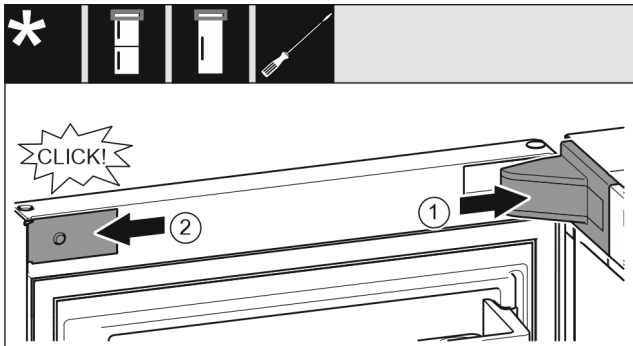

Fig. 20
- ▶ Anbring hængselkonsollens afdækning, og sørg for, at den går i indgreb, tryk den eventuelt forsigtigt fra hinanden. *Fig. 20 (1)*
- ▶ Sæt afdækningen på i siden i, og lad den gå i indgreb. *Fig. 20 (2)*